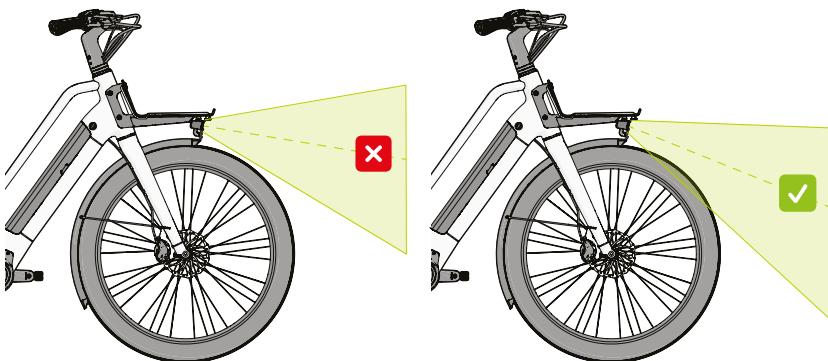

Figure 19 - Inclinaison correcte du phare.
Inclinez le feu avant ⑨ de manière que le faisceau lumineux se projette le plus loin possible en avant tout en éclairant le sol pour voir au maximum la chaussée, comme indiqué à la Figure 19.